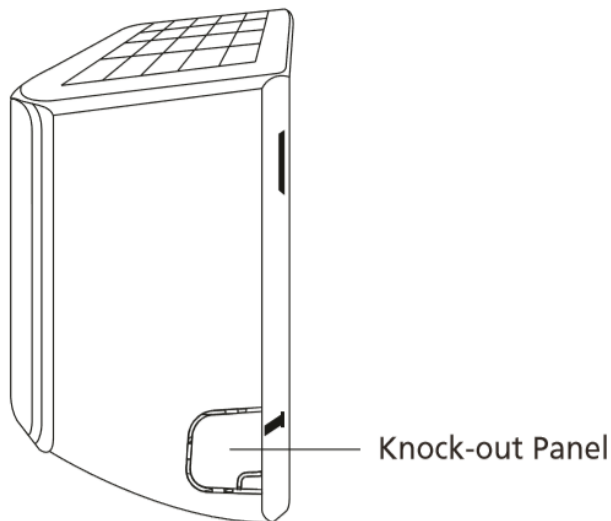

Fig. 3.3
2. Wenn sich das Wand Loch hinter dem Gerät befindet, halten Sie die Ausbrechplatte in Position. Wenn sich das Wand Loch auf der Seite des Innengeräts befindet, entfernen Sie die Kunststoff-Knock-Out-Abdeckung dieser Seite. (Siehe Abb. 3.3). Dadurch entsteht ein Steckplatz, durch die Ihre Rohrleitungen das Gerät verlassen können. Verwenden Sie eine Spitzzange, wenn die Kunststoffplatte zu schwer von Hand zu entfernen ist.